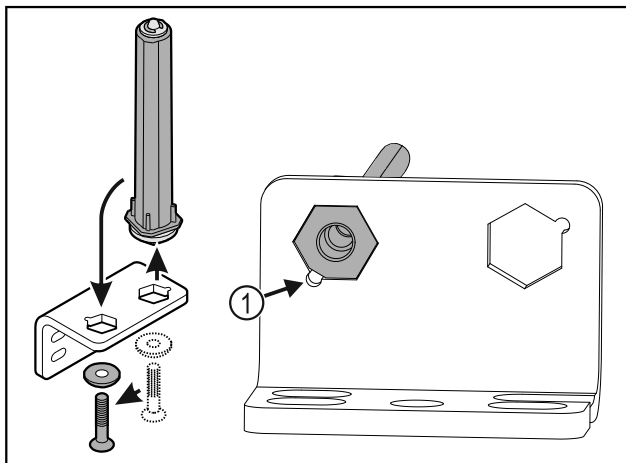

Fig. 28
- ▶ Darauf achten, dass beim Einsetzen die Bolzenabschrägung Fig. 28 (1) zum runden Loch zeigt.